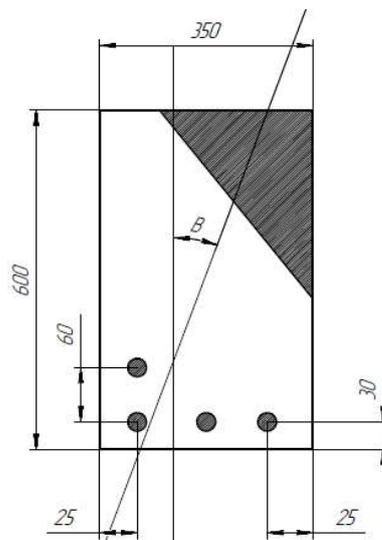

Рис. 1. Железобетонная балка
3. Железобетонная балка (см. рис. 1) с уклоном ($ctgB = 4$); нагрузки непродолжительного действия отсутствуют; бетон тяжелый класса В25, $\gamma_{b2}=0,9$, арматура класса АIII ($R_s = 365$ МПа); 4 единицы растянутой диаметром 24 мм; изгибающий момент в вертикальной плоскости $M = 255$ кН·м.